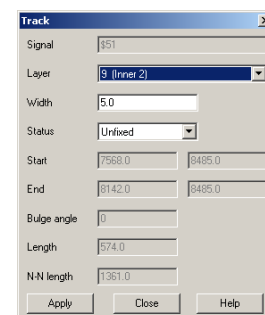

Рис. 15. Редактирование параметров сегмента проводника.
14. В появившемся на экране окне Track (рис. 15) в выпадающем списке Layer выберем слой 9 (Inner2).